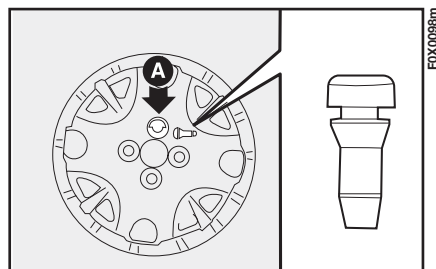

fig. 117
10) Montare la coppa ruota (dove prevista) in modo che il foro più grande A-fig. 117 sia posizionato in corrispondenza del bullone che già fissa la ruota.